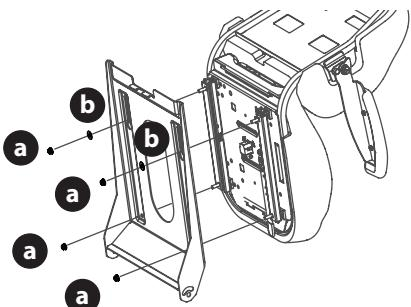

Figure 5
- b. Pour le levier d'ajustement du siège : utilisez les écrous de blocage à bride (a) et les rondelles plates (b) (Figure 5).